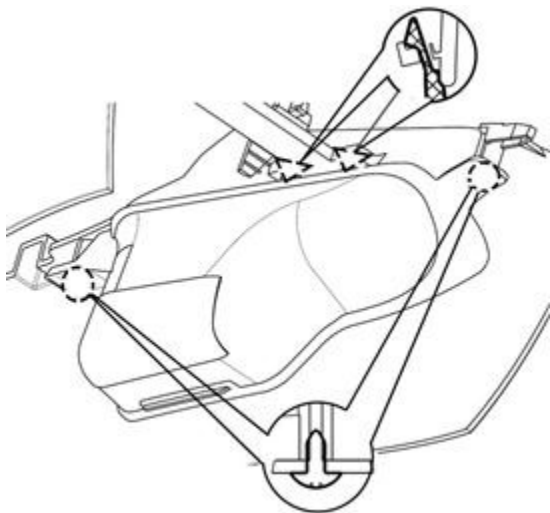

图4-2-3-1 左前小储物盒的拆卸
(1) 先用十字螺丝刀分别松开固定左前小储物盒的四个螺钉(Q2734813A十字槽大半圆头自攻螺钉)，再松开储物盒与副仪表板本体的卡脚配合，最后将储物盒拆下。如图4-2-3-1所示；